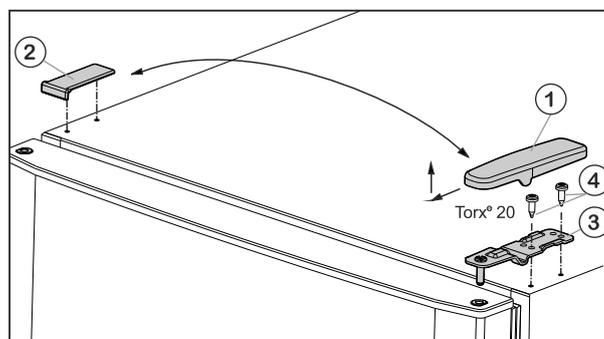

Fig. 5
- ▶ Kryt Fig. 5 (1) odoberte smerom dopredu a hore.
- ▶ Kryt Fig. 5 (2) nadvihnite.
- ▶ Hornú ložiskovú konzolu Fig. 5 (3) odskrutkujte (2 krát Torx® 20) Fig. 5 (4) a odoberte smerom hore.
- ▶ Vrchné dvere nasadte na ložiskovú konzolu v strede (13).
- ▶ Vrchnú ložiskovú konzolu Fig. 5 (3) nasadte na novej strane závesu do dverí.
- ▶ Hornú ložiskovú konzolu **pevne (pomocou krútiaceho momentu 4 Nm)** priskrutkujte (2x Torx® 20) Fig. 5 (4). V prípade potreby použite akumulátorový skrutkovač.
- ▶ Kryt Fig. 5 (1) nasadte na opačnú stranu zvonka a zaklapnite.
- ▶ Kryt Fig. 5 (2) nasadte vždy na opačnú stranu zhora a zaklapnite.